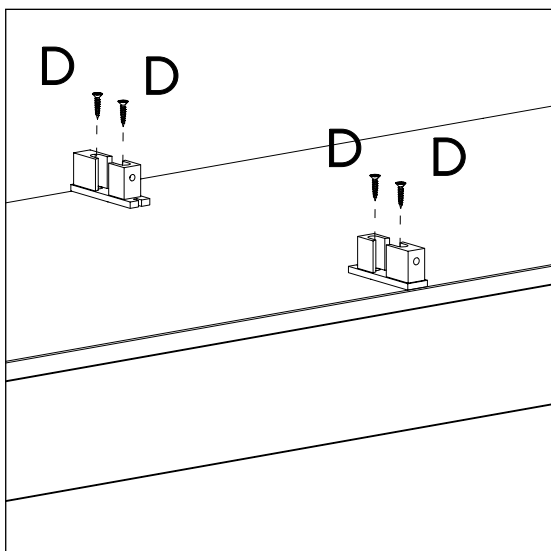
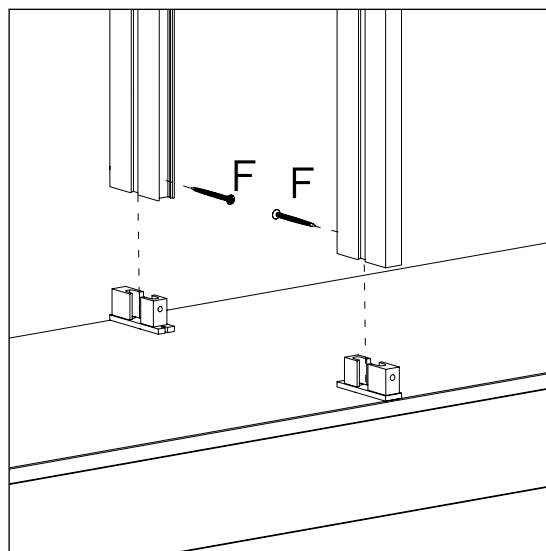

РИС. 1
РИС. 2
Закрепите торцевой соединитель SPC-02 на дно и крышу изделия при помощи саморезов (D) 3x19 Рис. 1. Затем установите основные профили SPC-08 в торцевые опоры SPC-01 и зафиксируйте их саморезами (F) 3x60 Рис. 2.